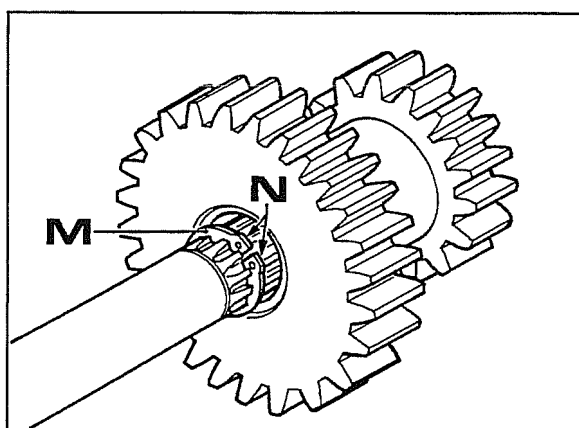

Fig. 6
- L'anello elastico seeger **M** fig. 6, inevitabilmente danneggiato nella fase di estrazione dell'albero presa di forza, dovrà essere sostituito avendo cura di abbassare con la mola le sporgenze **N** fig. 6, fino in prossimità dei fori di presa. Tale operazione si rende necessaria per permettere di infilare l'albero sull'ingranaggio doppio senza danneggiare il nuovo seeger e le nuove boccole.